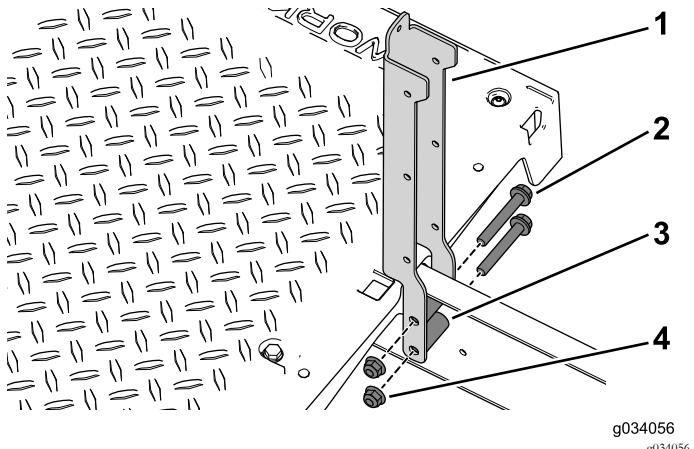

Figura 39
- Utilize os quatro parafusos flangeados (3/8 x 2 1/2 pol.), espaçadores e porcas flangeadas para prender os suportes do banco esquerdo e direito à máquina (Figura 39).